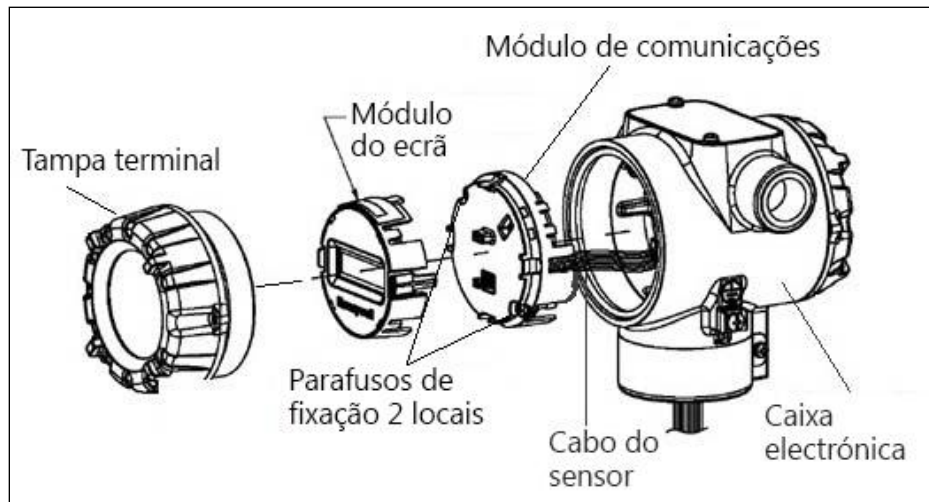

Figura 21 – Substituição do PWA
Consulte a Figura 21 para obter a localização das peças.
16. Instale a etiqueta de actualização externa (p. ex., DEVICE MODIFIED (Dispositivo modificado).....) fornecida no exterior da caixa, conforme mostrado na Figura 21.